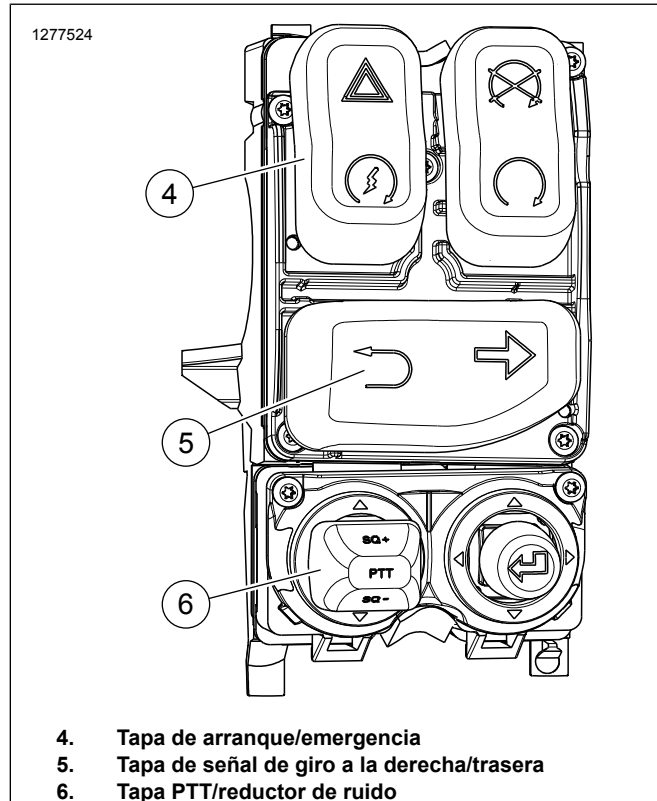

Figura 7. Vista de control derecho después del reemplazo de la tapa del interruptor - Versión 2019 y posterior
2. **Modelos Touring:** Vea Figura 7. Instalar el módulo de control derecho - Pieza n.º 71500130C. Consulta el manual de servicio.
- c. Ver Figura 7 . Volver a instalar la tapa de la señal de giro a la derecha (5) en el nuevo módulo de control.